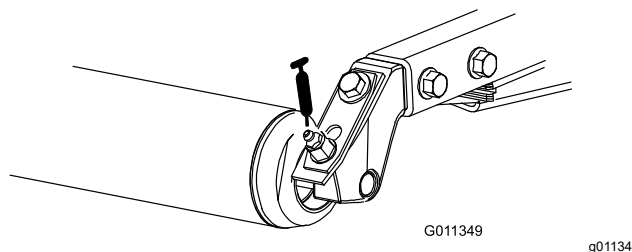

Figure 11
- Roulements de rouleau arrière (2 par unité de coupe) – Figure 11